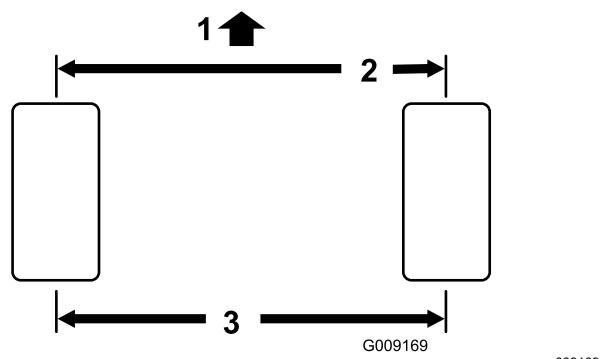

Figura 108
- Meça a distância de centro a centro (à altura do eixo) na zona dianteira e traseira dos pneus da direção (Figura 108).